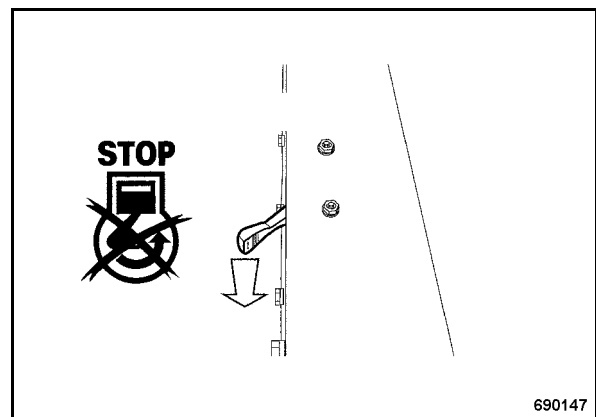

Fig. 23
- Poner la palanca reguladora a posición "STOP" (Fig. 23).